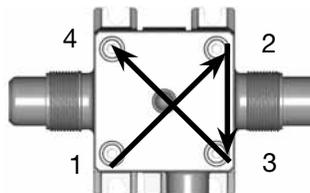

图11
5. 用六角扳手以十字交叉顺序拧紧凹头帽螺丝，如图11所示，直至执行器组件和阀体平齐。